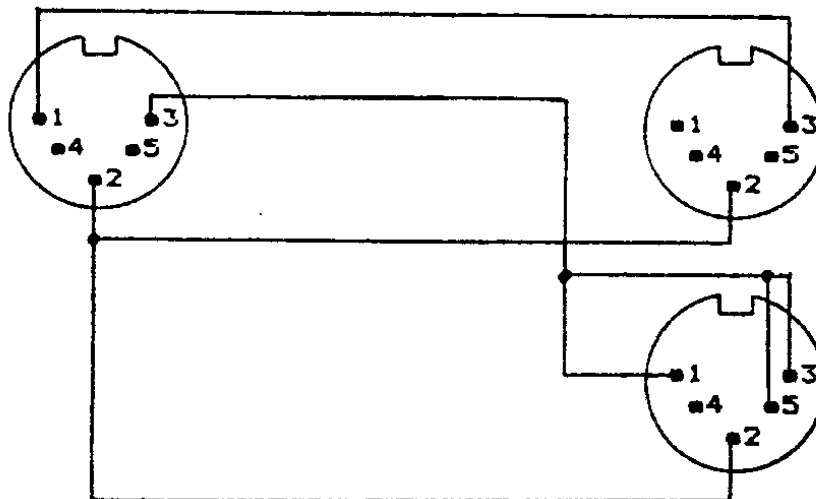

Рис. 7.3
7.6. Схема распайки жгутов для подключения телевизора и магнитофона, входящих в комплект поставки "Робика", приведена на рис. 7.3.